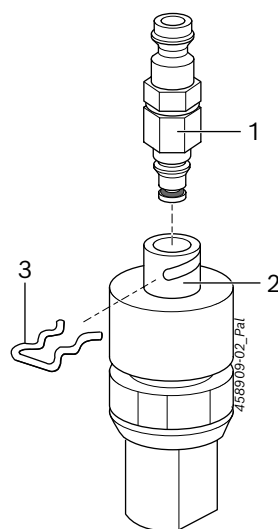

Fig. 1: Returflödesadapter 1 687 016 138
Returflödesadaptern 1 687 016 138 (Fig. 1, pos. 1) förbinder returflödet från Siemens/VDO/Continental CRI piezo (Fig. 1, pos. 2) via slangledningen 1 680 712 289 med testanslutningen för returmängden vid EPS 200 / EPS 205.
ⓘ Säkra returflödesadaptern med låsklämman (Fig. 1, pos. 3). Låsklämman levereras med injektorn.